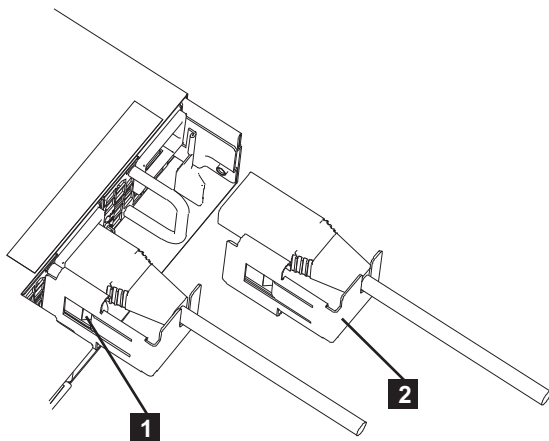

Figura 42. Suporte de retenção de cabos
O nó usa dois suportes de retenção de cabo sem ferramentas. Um retém cada cabo da fonte de alimentação ininterrupta a uma das duas fontes de alimentação, conforme mostrado em Figura 42.
4. Alinhe o suporte de retenção de cabo no cabo de energia que o suporte está à esquerda do cabo, conforme mostrado por **2** na Figura 42.